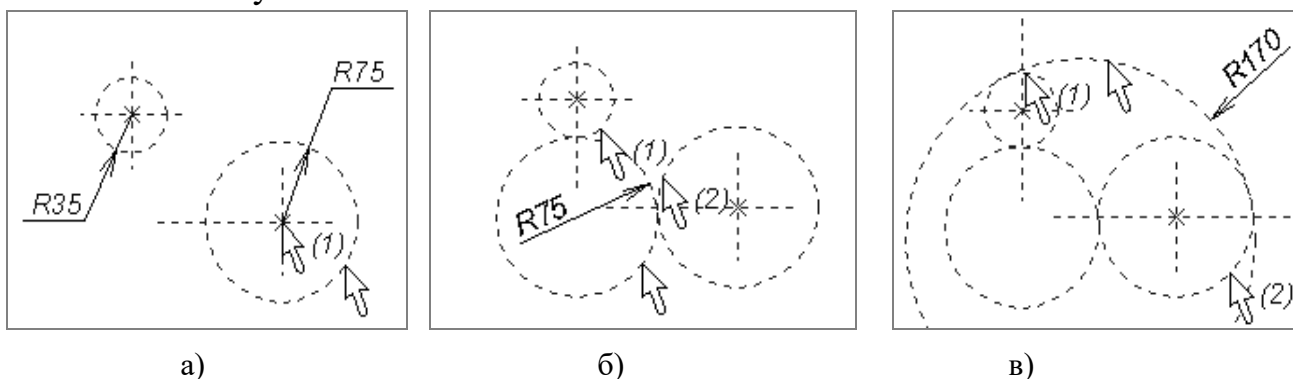

Рисунок 12 – Порядок построения касающихся окружностей
2.3.2 Построить окружность радиусом 75 мм. Порядок построения: вызвать команду . Указать курсором на узел (1) (рисунок 12а), затем задать радиус окружности в окне свойств элемента построения. Окружность радиусом 35 мм строится аналогично.
2.3.3 Постройте сопрягающуюся окружность с внешним касанием. Порядок построения: подвести курсор к окружности (1) (рисунок 12б), дождаться момента, когда рядом с курсором высветится условный знак, обозначающий окружность (1), нажать левую клавишу мыши, затем аналогично, нажатием левой клавиши мыши, указать окружность (2). Значение радиуса 75 мм касающейся окружности задать в окне свойств элемента построения и нажать левую клавишу мыши в тот момент, когда рядом с курсором не высвечивается условный знак.
2.3.4 Постройте сопрягающуюся окружность с внутренним касанием. Порядок построения аналогичен рассмотренному в пункте 2.3.3. При этом после указания окружностей касания (1) и (2) (рисунок 12в) необходимо, двигая курсором мыши, выбрать внутренний тип касания, указать в окне свойств элемента построения радиус 170 мм и нажать клавишу «Enter» на клавиатуре или левую клавишу мыши в тот момент, когда рядом с курсором не высвечивается условный знак.